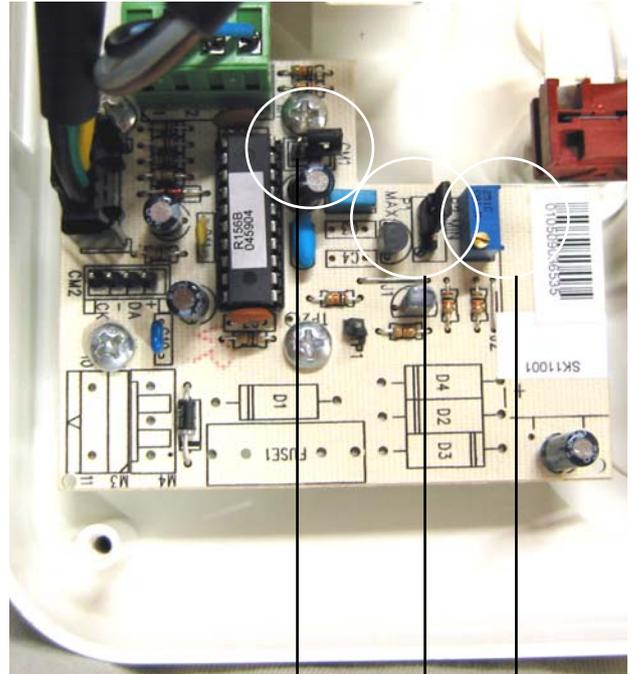

Fig. 4
-Sur la carte ventilateur (fig. 1 & fig. 4 page 34)
-Laisser le fréquencemètre en place, agir sur la vis du potentiomètre **P2 MIN** (fig. 1 & fig. 4 page 34)
-En fin d'opération, retirer le pont **CM1** et le remettre dans sa position initiale (fig. 1 & fig. 4 page 34)